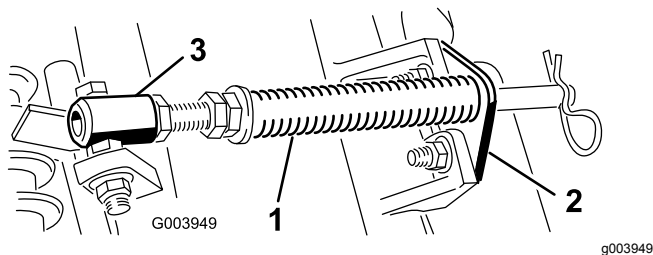

Figura 5
- A. Togliete i due bulloni a testa tonda e i dadi che fissano la staffa dell'asta alle alette degli elementi di taglio (**Figura 5**).
- B. Rimuovete il dado flangiato che fissa il bullone del tubo della molla all'aletta del telaio portante (**Figura 5**). Rimuovete il gruppo.